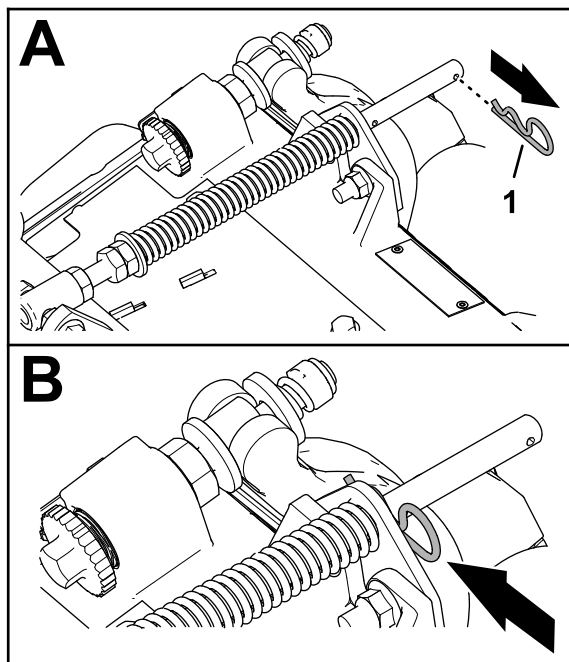

Bild 10
- Wenn der Splint im hinteren Loch der Kompensierungsfederstange installiert ist, entfernen Sie den Splint und setzen Sie ihn in das Loch neben der Halterung ein (**Bild 10**).